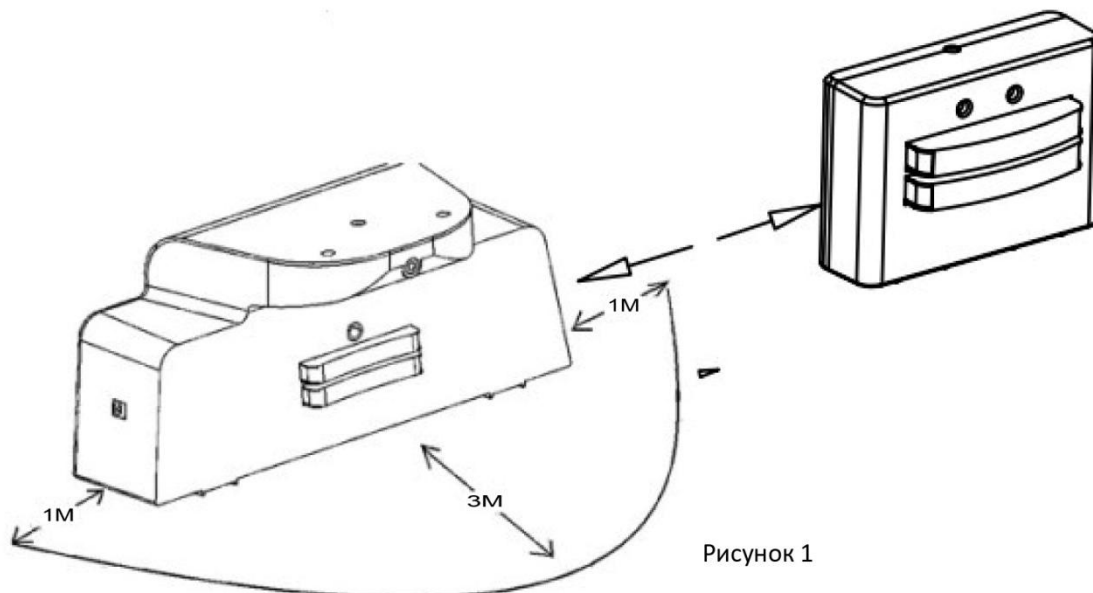

Рисунок 1
2. Обратите внимание, что спереди, справа и слева док-станции, в районе от 1 до 3 метров, не было препятствий и полых областей (см. рисунок 1).